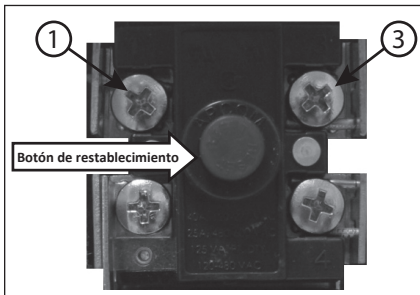

Figura 34 - Botón de corte de energía (ECO).
- Presione el botón rojo de reinicio de ECO (Figura 34).